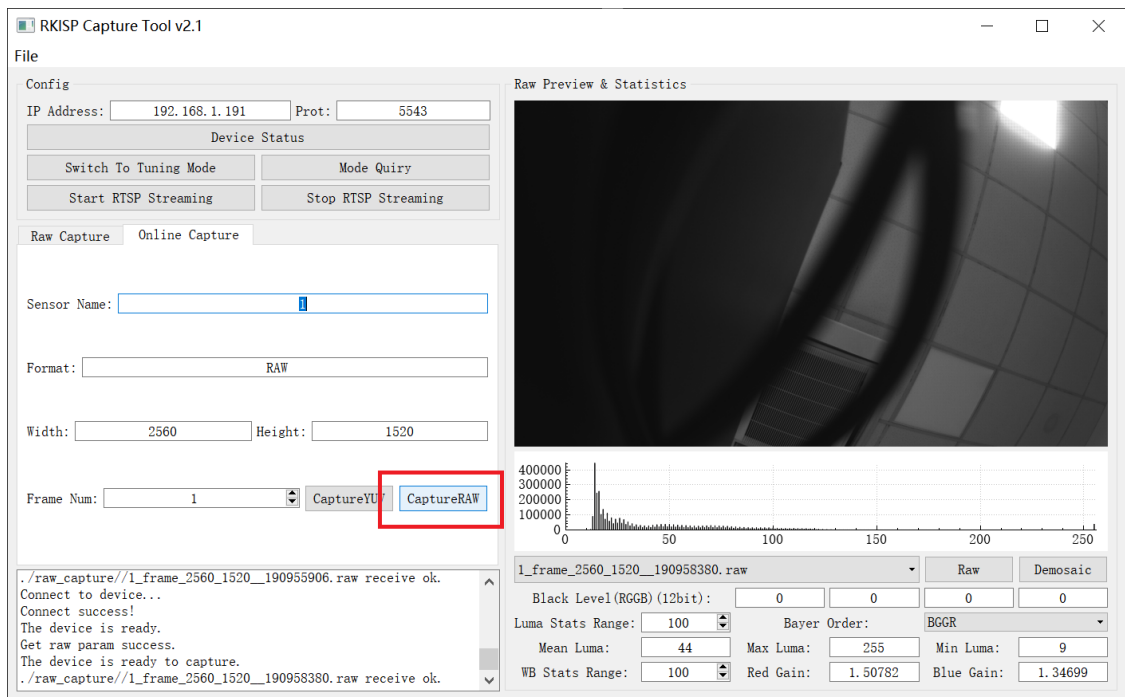

图3-7-3-1
5. 点击Capture Raw，右侧预览会显示采集到的Raw图像，文件将存放在raw_capture/下，如图3-7-3-1所示